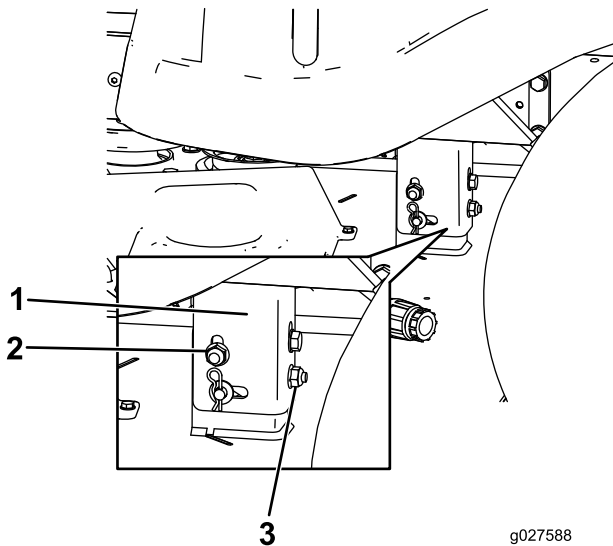

Figura 55
8. Eleve o baje el lado izquierdo de la carcasa de corte girando la tuerca trasera (Figura 55).
Nota: Gire la tuerca trasera en sentido horario para elevar la carcasa de corte; gire la tuerca trasera en sentido antihorario para bajar la carcasa de corte. (Figura 55).